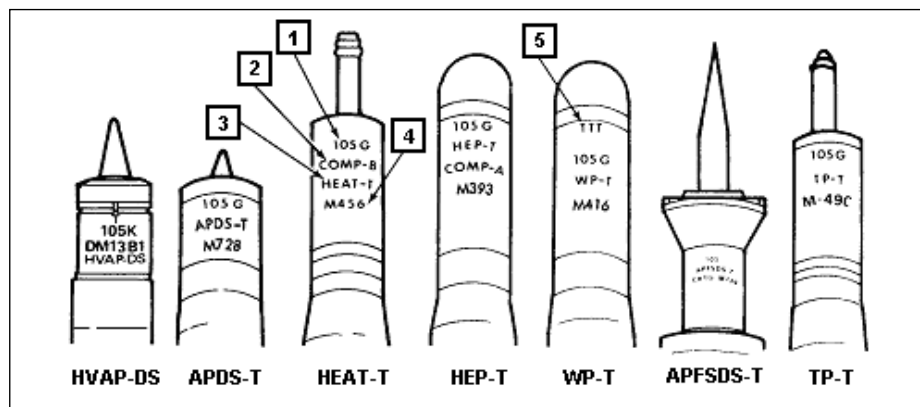

Fig 4-88. Tipos de projétil 105 mm
d. Exemplos de inscrições gravadas no projétil (Fig 4-88)
- (1) calibre e tipo do Can:105G;(1)
- (2) tipo de carga:COMP B;(2)
- (3) tipo de projétil:HEAT-T;(3)
- (4) modelo de projétil: M456;(4)
- (5) quando o projétil contém traçante, ele é marcado com T ou TTT. A inscrição TTT é vermelho claro.(5)